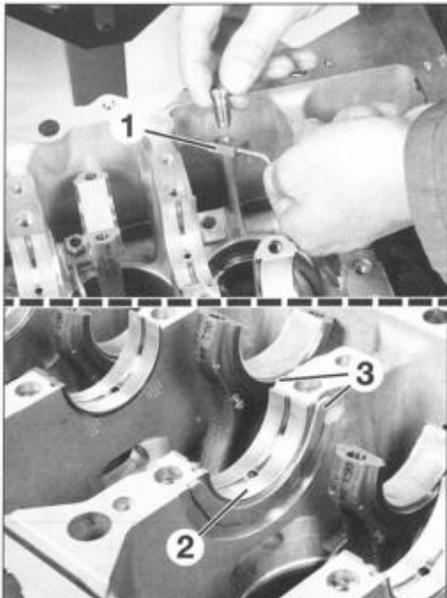

FIG. 60
- Montar los surtidores de fondo de pistones (1) (fig. 60).
- Montar en el bloque motor los cojinetes (2) ranurados, aceitados, según la clase determinada para cada apoyo.
- Colocar en ambos lados del apoyo n°2 (lado volante motor), las galgas de reglaje (3) del juego axial con la cara ranurada lado cigüeñal.